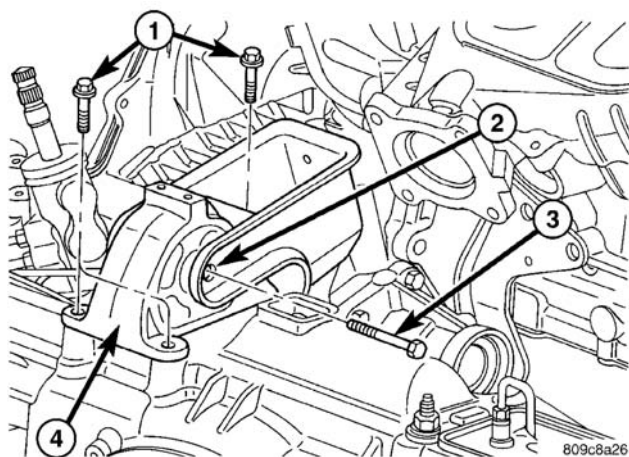

图 97 后支座
(3) 后支座和后支座支架上卸下贯穿螺栓（图 97）。
(4) 卸下支座螺栓（图 97）。
(5) 卸下后支座（图 97）。
- (2) 安装后支座与螺栓 (图 97)。将螺栓拧紧至 54N · m (40ft.lbs.)。
- (3) 将固定支架的螺栓安装到支座与支架 (图 97)。将螺栓拧紧至 54N · m (40ft.lbs.)。